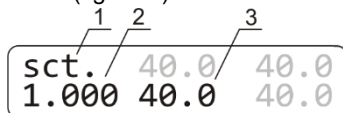

Figura 2. Tela no modo de calibração: 1. Indicador do modo de calibração; 2. Coeficiente de calibração; 3. Temperatura com coeficiente de corrente
6.4.5 Mantenha pressionada a tecla **Stop** por mais de 8 s para ativar o modo de calibração (figura 2).